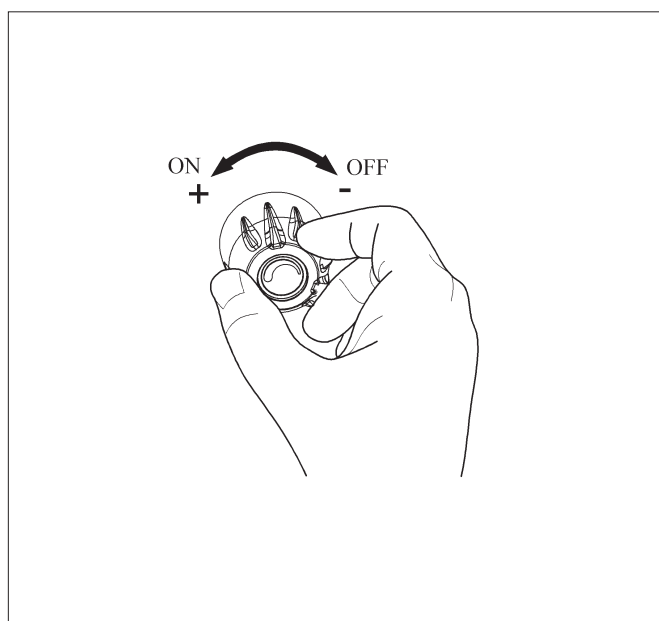

Fig. 3
- Gebruik de bedienings knop om de vlam groote in te stellen naar de gewenste stand door de knop met de wijzers van de klok mee draaien om de vlam kleiner te maken en tegen de wijzers in om de hem te vergoten (See Fig. 3).